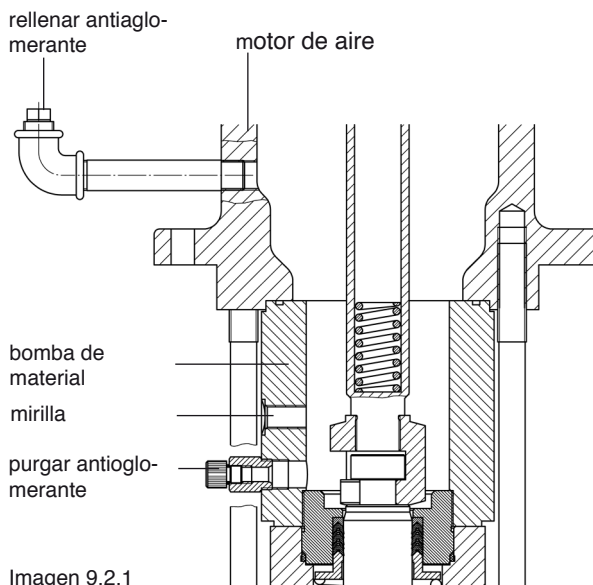

Imagen 9.2.1
- Antes de cada puesta en marcha controle el nivel de antiaglomerante (Imagen 9.2.1). La mirilla de control debe estar cubierta hasta la mitad de antiaglomerante.